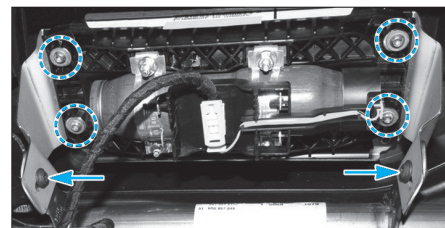

Fig. 2
- Maintenir le module tout en dévissant les quatre fixations puis déposer l'airbag frontal passager (Fig.2).